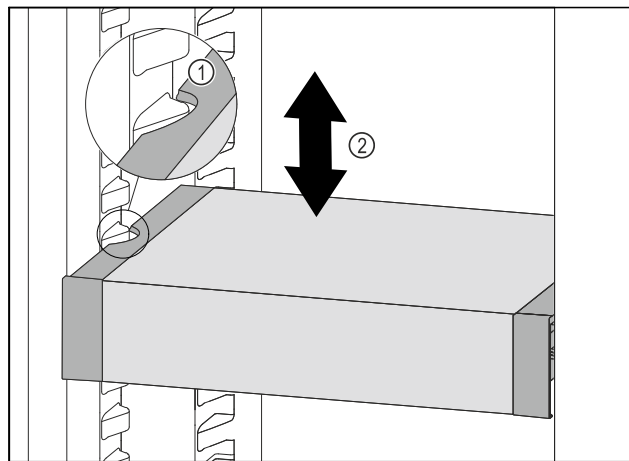

Fig. 110
- Træk VarioSafe fremefter, indtil udsparringerne i siden på VarioSafe er på niveau med beholderribben i kølesektionen. Fig. 110 (1)
- Flyt VarioSafe op eller ned i kølesektionen, indtil den ønskede højde er nået. Fig. 110 (2)